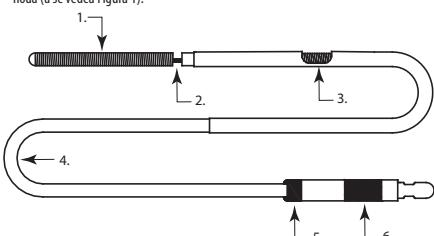

Figura 1
- Avansați lent spirala detașabilă Axium™ Prime din teaca de introducere în palma mâinii dvs., purtând mănușă, și inspectați dacă există neregularități ale spiralei sau ale zonei de detasare. Din cauza riscului potential de neregularități, este necesară confirmarea vizuală. Dacă există neregularități, înlocuiți spirala cu o spirala detașabilă Axium™ Prime nouă (a se vedea Figura 1).